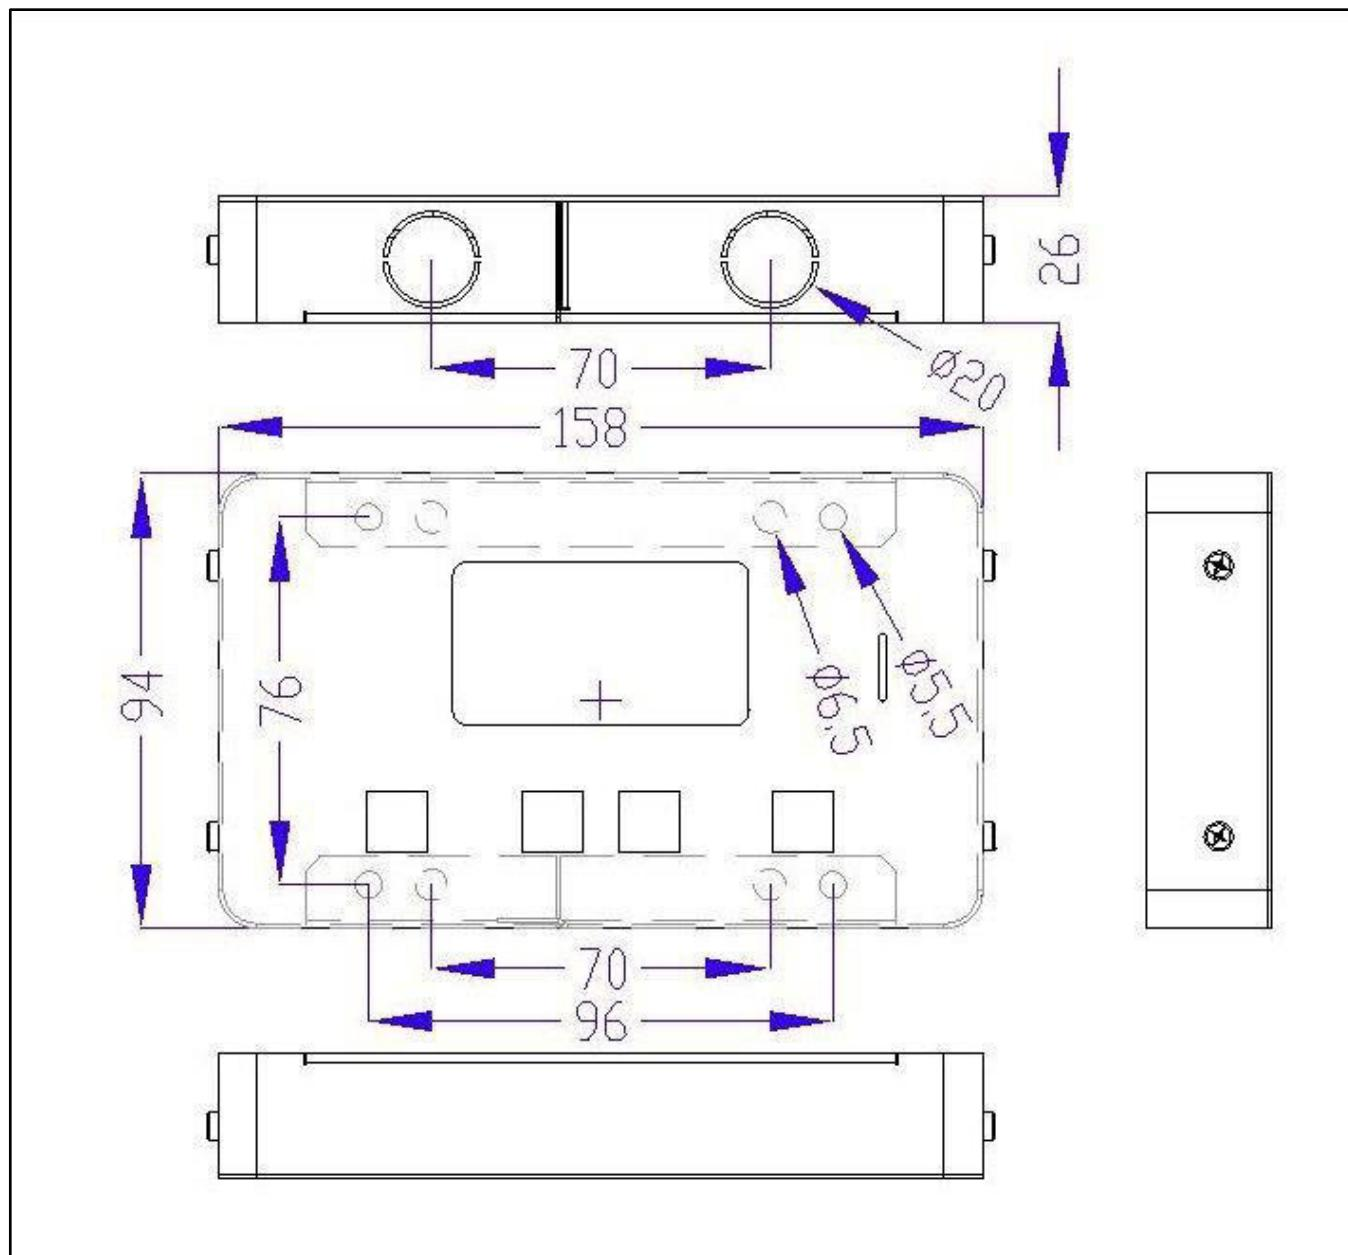

Abb.4 - Abmessungen
- 1) Installieren Sie das **WRD** an einem trockenen Ort. Es hat zwei Befestigungsmöglichkeiten: direkt auf der Platte und mit dem eigenen Behälter (Abb. 4).
- 2) Der hintere Teil bietet Zugang zu den elektrischen Anschlüsse (Abb. 4). Sowohl der Stromversorgungsanschluss als auch der **WBUS**¹-Anschluss sind abnehmbare Klemmen, die einfach zu verdrahten sind. Schließen Sie die Kabel richtig an. Wenn die Stromversorgung über die Batterie erfolgt, wird empfohlen, dass die Sicherung (0,5 A) zum Schutz der Kabel verwendet wird. Schließlich, wenn es verwendet wird, schließen Sie auch das Ethernet-Kabel an.